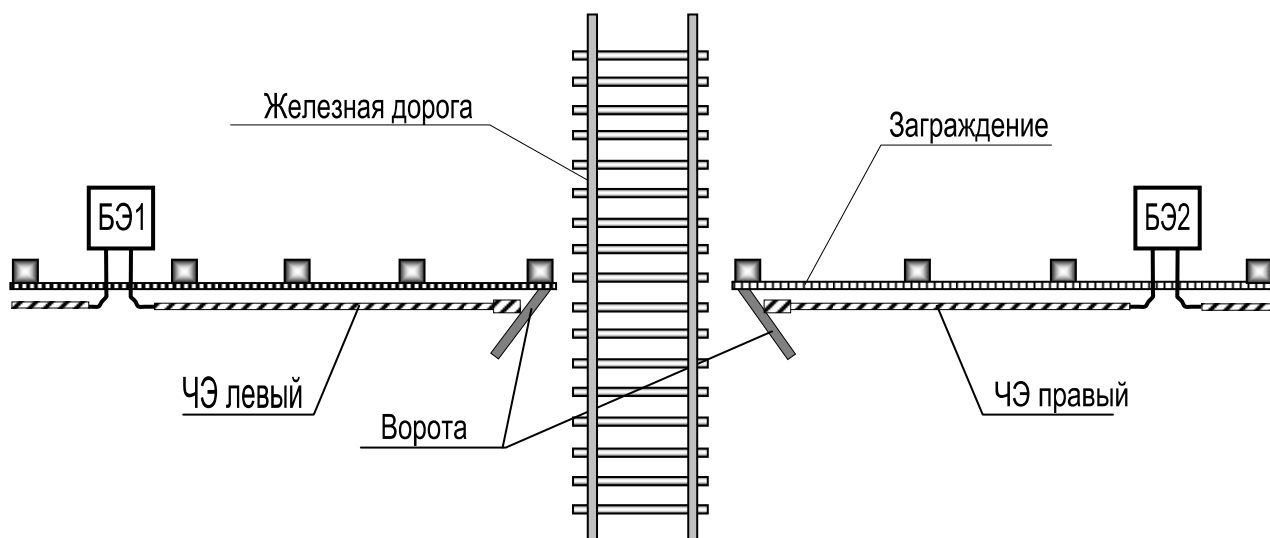

Рисунок 2.2 – Вариант расположения ЧЭ
2.3.1 При наличии в заграждении объекта автомобильных или железнодорожных ворот рекомендуется в месте нахождения ворот делать стык двух соседних участков (рисунок 2.2). В этом случае возможна выдача БЭ1 и БЭ2 сигналов срабатывания при проезде транспорта через ворота.